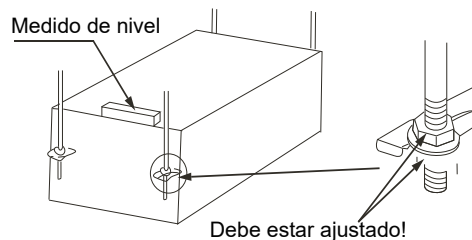

Figura 3.7
- 3) Confirme la nivelación del cuerpo principal con el medidor de nivel (evite estrictamente la declinación hacia el lado sin drenaje. Es mejor que decline hacia el lado del drenaje). Consulte la Figura 3.7.